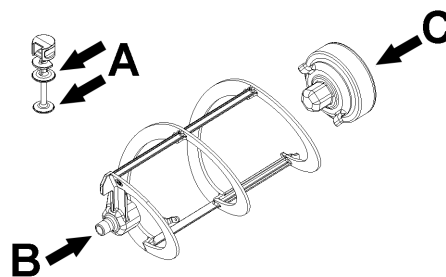
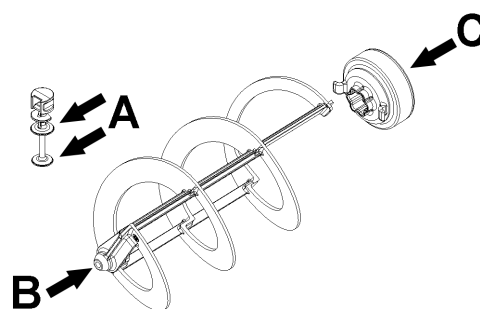

figure 19
figure 20
- 2 Lubrifier le piston du robinet, le joint hexagonal et le mélangeur aux points indiqués dans la (voir figure 19) (B-Frozen 6) o (voir figure 20) (B-Frozen 10). Utiliser uniquement la graisse fournie avec la machine ou une autre **graisse**
- 3 Remettre le robinet en place sur le bac en effectuant les opérations de la (voir figure 19) (voir figure 20) en sens inverse.